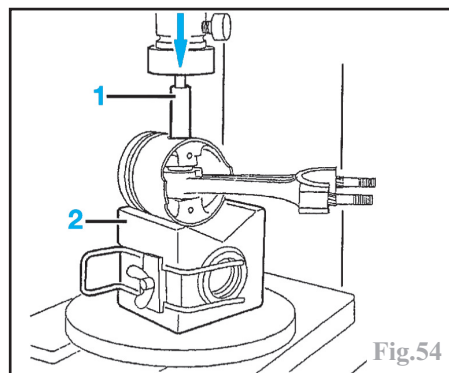

Fig.54
Placer la tête du piston sur un support en "V" (2) et aligner l'axe de piston avec le trou de dégagement (Fig.54).